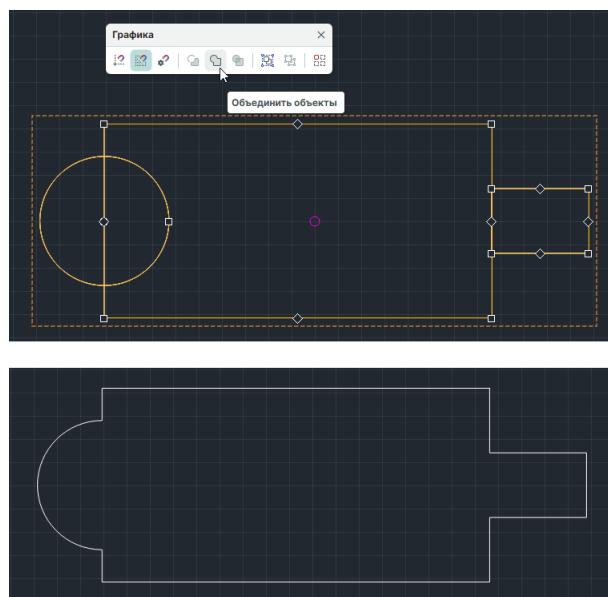

Рис. 115 Работа инструмента «Объединить объекты»
3. На панели инструментов «Графика» воспользуйтесь инструментом «Объединить объекты», см. Рис. 115.